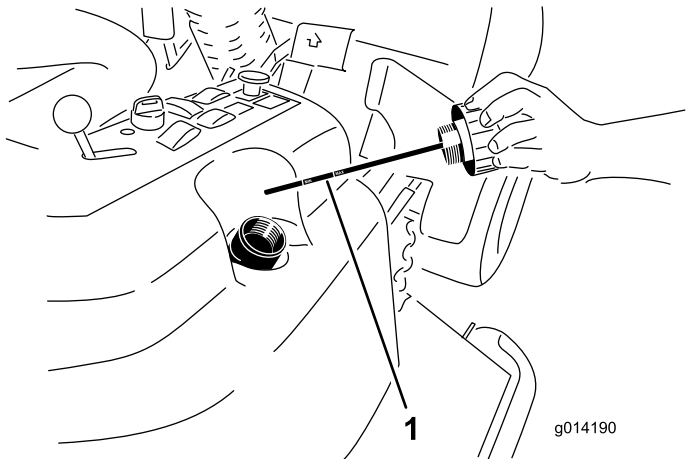

図 51
4. 油圧オイル給油口からキャップ 図 51 を取る。
5. ディップスティックを抜きウェスで一度きれいに拭く(図 51)。
- もう一度首まで完全にねじ込んでから抜き、オイルの量を点検する 図 51。